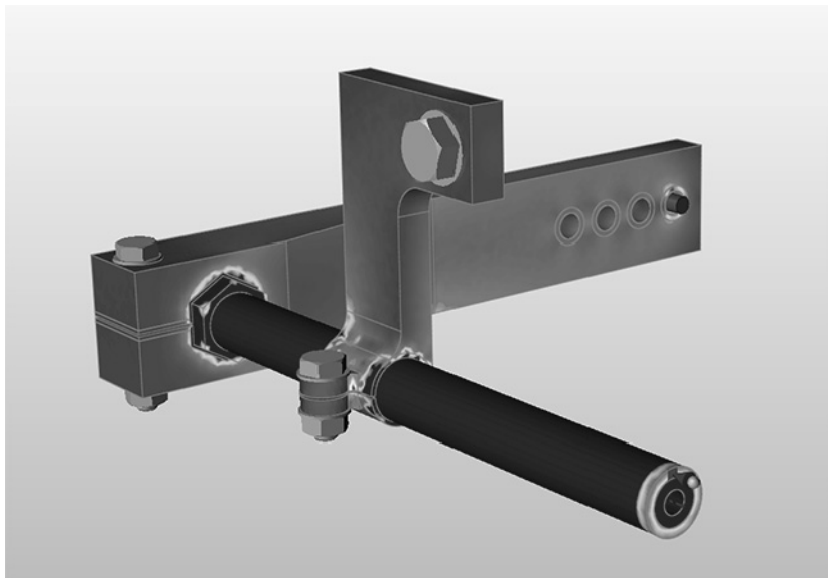

图 12-21
6) 此时可以看到改变接触类型如何使 Inspire 更精确地捕捉该载荷工况, 如图 12-21。现在, 更多扭矩传递到了准备进行优化的更大的托架上, 这更加接近该活动连接杆装配的实际操作。